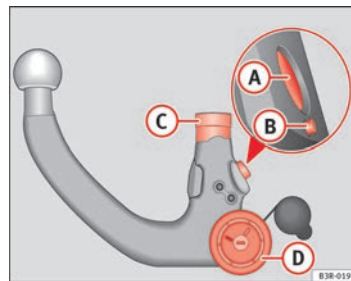

Fig. 164 Dispositivo desmontable para remolque: Rótula
- Compruebe que el perno de bloqueo (A), la palanca de desenclavamiento (B), el vástago de encaje (C) y la rueda moleteada (D) ⇒ página 217, fig. 164 de la rótula no están sucios ni deteriorados.